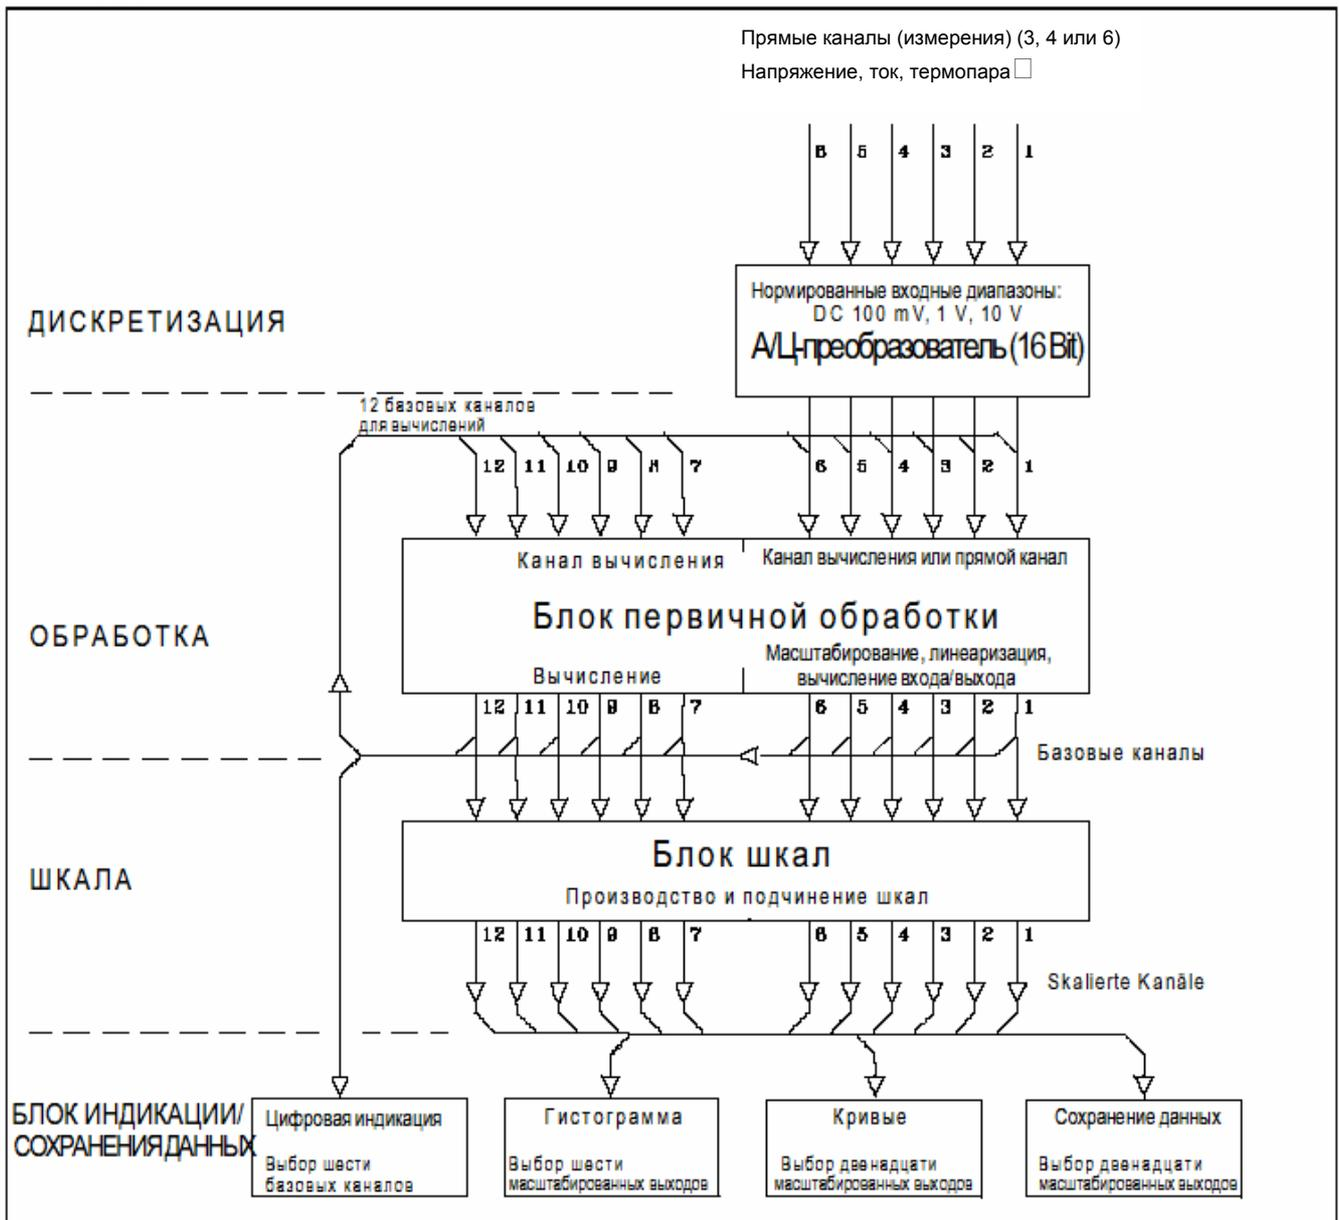

Рис. 4-2 Диаграмма процесса величин (уровни обработки данных)
4.1.1 Основные функции. SIREC D – это 6-ти или 12-ти канальный регистратор; в зависимости от исполнения до 12 каналов могут быть сконфигурированы как прямые измерительные входы. В большинстве случаев там находятся величины напряжения или тока. Каждый канал, который не служит для регистрации измеряемых величин, может быть спараметрирован как канал вычисления. Входные величины могут обрабатываться или масштабироваться (см. рис. 4-2).
А. Уровни обработки данных - Существует четыре различных уровня (см. рис. 4-2) обработки данных: дискретизация, первичная обработка, масштабирование и индикация/сохранение данных.